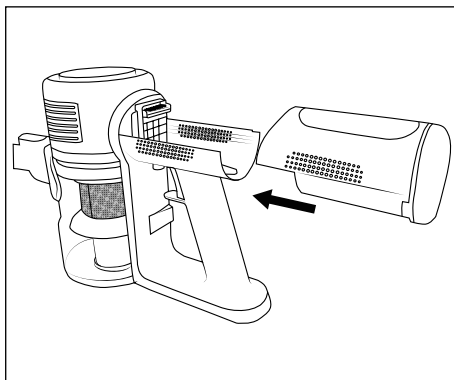

Abb. 3
- 3) Schieben Sie den Akku ② in das Gerät, bis er hörbar mit einem Klickgeräusch im Gerät einrastet (siehe Abb. 3).